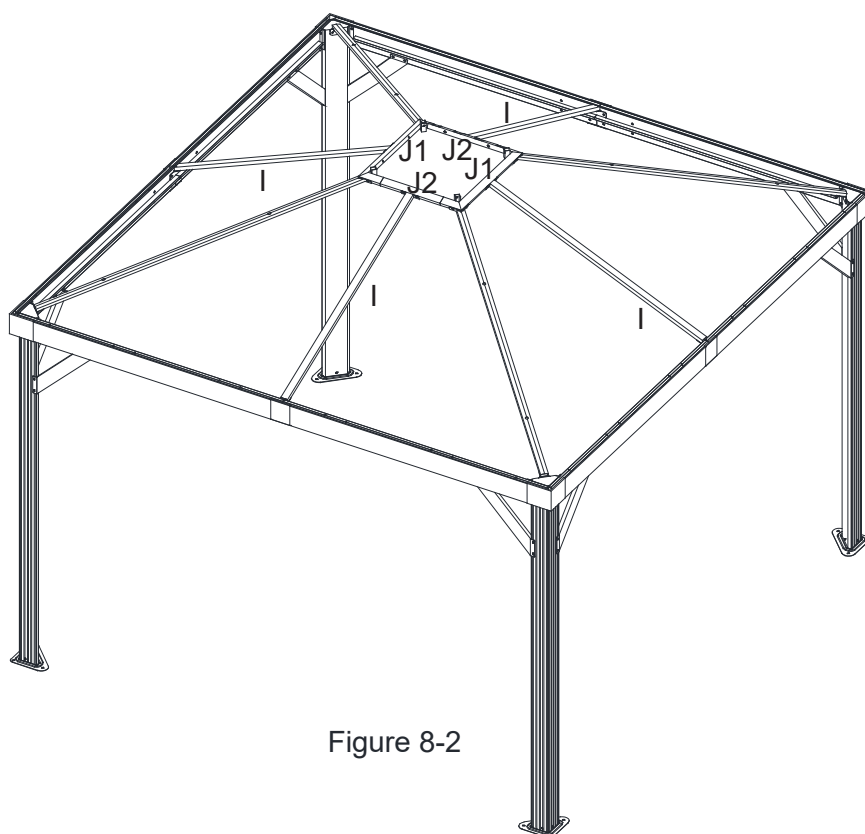

Figure 8-2
- 8.2. Répétez l'opération pour les côtés opposés. Serrer tous les boulons. Voir la figure 8.2.